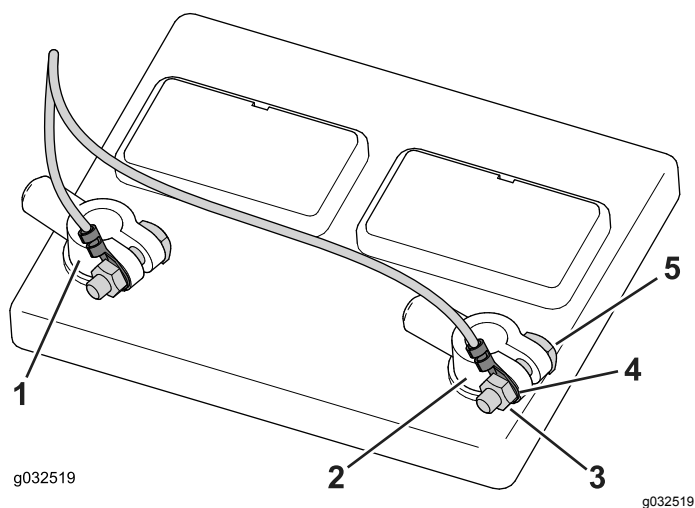

Figura 5
1. Enrute los cables rojo y negro de calibre 10 a lo largo del tubo del ROPS en el lado izquierdo del bastidor y hacia la batería (Figura 5).
2. Afloje y retire la abrazadera del borne negativo y luego la abrazadera del borne positivo de la batería (Figura 5).
3. Retire las tuercas de los pernos de los bornes (Figura 5).
4. Instale el conector del terminal positivo (cable rojo) sobre el perno del borne positivo y sujételo provisionalmente con la tuerca (Figura 5).
5. Instale el conector del terminal negativo (cable negro) sobre el perno del borne negativo y sujételo provisionalmente con la tuerca (Figura 5).
6. Instale la abrazadera del borne positivo en el borne positivo de la batería, y luego la abrazadera del borne negativo en el borne negativo de la batería (Figura 5).